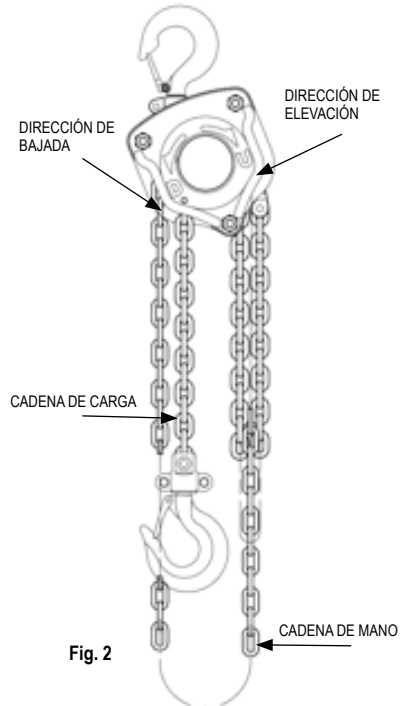

Fig. 2
- Tire de la cadena de mano en la dirección de elevación (para acortar la cadena) o en la dirección de bajada (para alargar la cadena). Las direcciones de elevación / bajada ("U" / "D") están impresas directamente en el cuerpo del polipasto (fig.2).